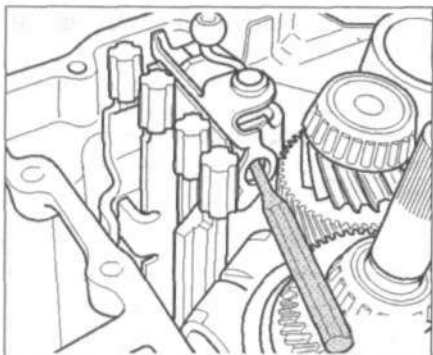

Рис. 8.29. Извлеките шток переключения передач.
19. Извлеките шток переключения передач, если необходимо, воспользуйтесь пробойником (рис. 8.29).